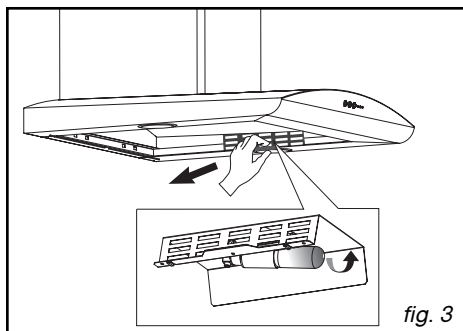

fig. 3
- Dévissez puis changez l'ampoule (détail fig.3).